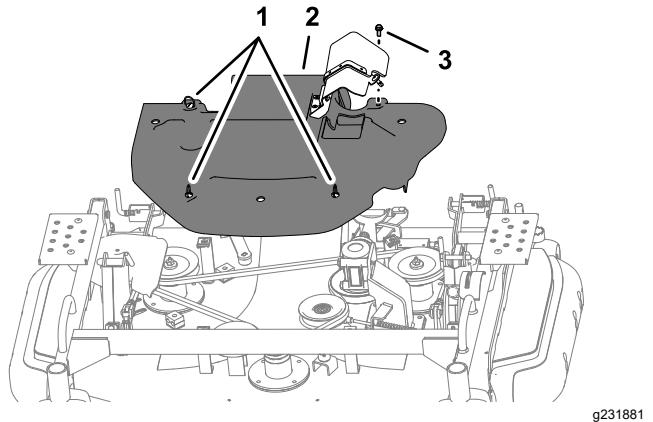

Bild 116
2. Lockern Sie die Schraube (Bild 116).
1. Fluchten Sie die Viertelumdrehungsbefestigungen der Riemenabdeckung mit den Clipmuttern am Mähwerk aus, siehe Bild 116 in Entfernen der Riemenabdeckung \(Seite 84\).
3. Befestigen Sie die Schraube in der Riemenabdeckung an der Clipmutter des Mähwerks, siehe Bild 116 in Entfernen der Riemenabdeckung \(Seite 84\).
1. Drehen Sie die Viertelumdrehungsbefestigungen nach links (Bild 116).